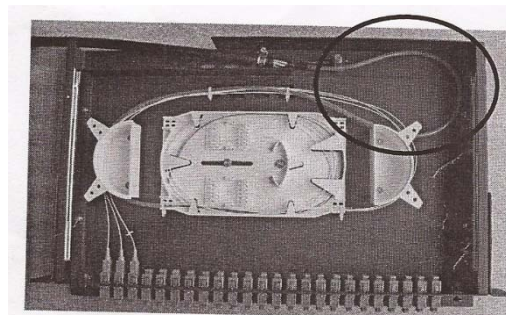

Figura 2
- 3.3. Elimine los tubos holgados de protección con una herramienta adecuada, y proteja las fibras con el tubo EVA, alojándolo en el panel tal y como se indica en la figura 2. **NOTA ( Ver fig.2) Al introducir la fibra en la caja, procure reducir en lo posible la cantidad alojada en este sector, con el fin de evitar interferencias innecesarias con los carriles guía, al abrir o cerrar la caja.****